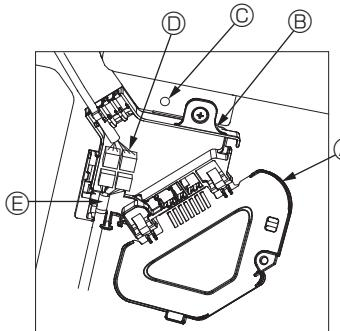

Fig. 10-8
- ① Retire el tornillo que sujeta la cubierta de la caja de conexión, y luego abra la cubierta.
- ② Conecte firmemente el conector del cable de enlace del motor de los deflectores y el conector del cable de dicho motor en la caja de conexión. (Fig. 10-8)
- ③ Cierre la cubierta de la caja de conexión.